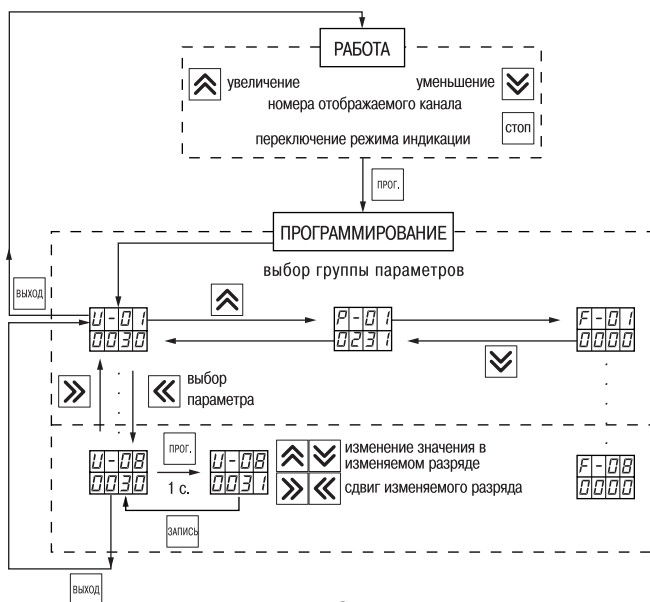

Рис. 3
10.1.2. Программируемые параметры распределены на три группы – "U", "P" и "F" (рис. 3).
10.1.4. После выбора программируемого параметра для его изменения нужно кратко нажать кнопку  (≈1 с), см. рис. 3.